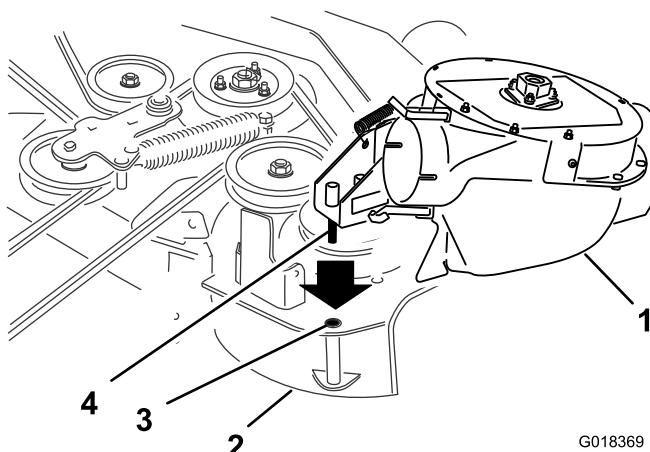

図 23
2. プロアのピボットピンを、刈り込みデッキのピボットピン穴に合わせる図 23。
3. プロアを降ろしてピボットピンを穴に通す図 23。